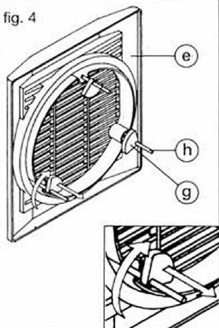

fig. 2
- Fig. 2.- Oter la face avant (a) en appuyant sur les deux languettes de fermeture (c).